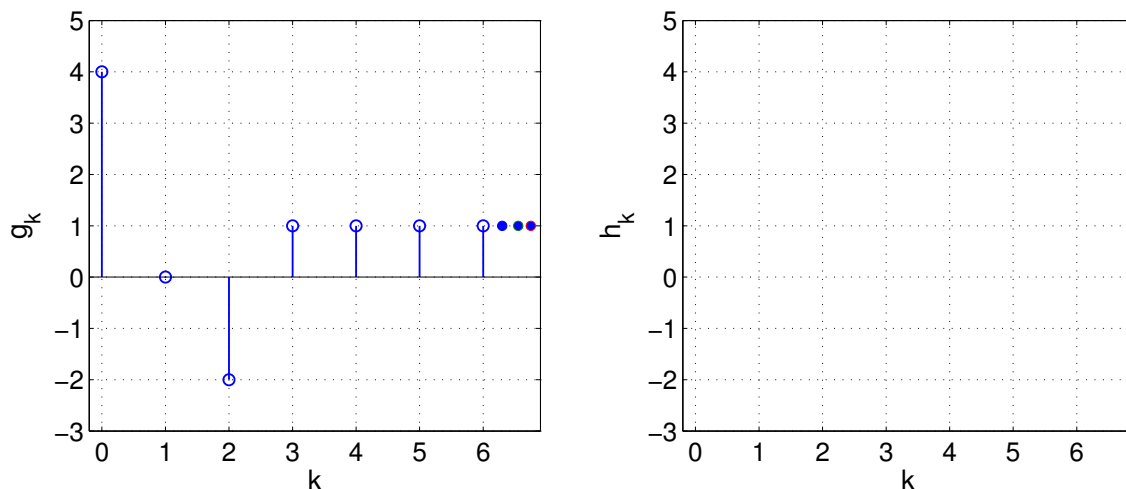

Abbildung 3: Impulsantwort g_k und Sprungantwort h_k des zeitdiskreten Systems.
a) Gegeben ist die in Abbildung 3 dargestellte Impulsantwort g_k eines zeitdiskreten LTI-Systems. 6 P. |
iii. Zeichnen Sie die Sprungantwort h_k in den rechten Teil der Abbildung 3 ein. 2 P. |